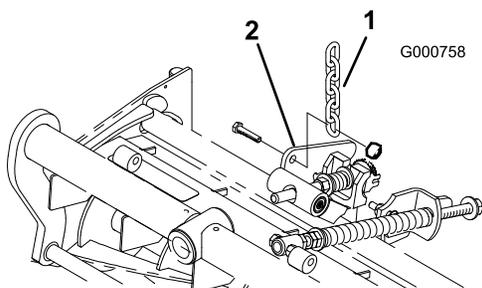

Figura 6
- Retire la tuerca que fija el soporte del muelle de compensación del césped a la pletina de estabilización de la unidad de corte (Figura 6). Enganche la cadena de elevación en el tornillo de caperuza y fíjela con la tuerca que se retiró.